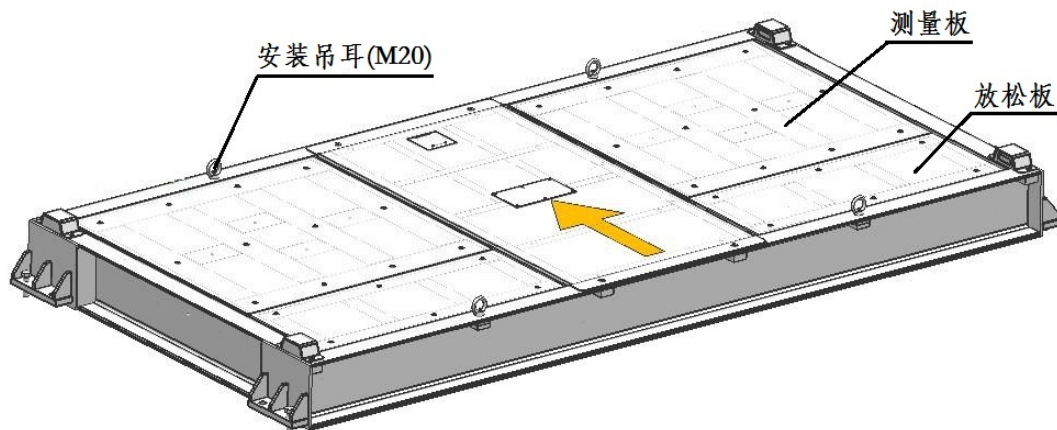

图 3.4
- (1)、如图 3.4 所示：将安装吊耳（M20）拧紧在台架对应位置上；
- (2)、用钢丝绳或布带穿过台架的四个安装吊耳；
- (3)、通过吊车或叉车将台架吊到安装地基内（黄色箭头为进车方向）。